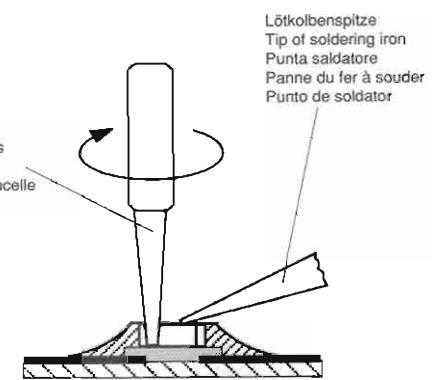

Fig. 2
2. Schritt: CHIP-Enden, bzw. das komplette CHIP-Bauteil erwärmen. CHIP von der Klebung ohne Kraftaufwand abdrehen, damit unter dem CHIP liegende Leiterbahnen nicht abgerissen werden (Fig. 2).
2. step: Warm up the ends of the CHIP or the whole CHIP component and remove the CHIP from the adhesive by turning it without application of force so that the tracks beneath the CHIP do not break (Fig. 2).
2. Chauffer légèrement les contacts externes du composant CMS ou le composant lui-même. Retirer ce dernier avec précaution en le tournant afin d'éviter un arrachement des circuits imprimés situés sous le composant (Fig. 2).
2. Riscaldare le superfici di contatto del CHIP rispetto a tutto il CHIP e staccarlo con cautela. Attenzione a non esercitare forza per non danneggiare le piste sottostanti (Fig. 2).
Segundo paso: Calentar los extremos o todo el CHIP y girarlo con las pinzas. No hacer fuerza para que la placa de circuito impreso no resulte dañada. Cuidar de que las pistas situadas debajo del CHIP no se suelten de la placa, ya que éstas también están pegadas (Fig. 2).